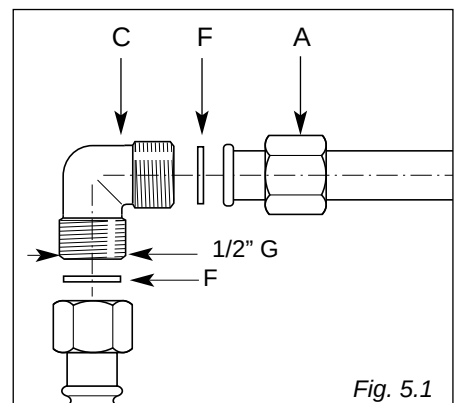

Fig. 5.1
El empalme de la placa de cocción (fig. 5.1) está compuesto por:
- ✓ **Le guarnición F (fig. 5.1) son elementos que garantizan la estanqueidad de la conexión del gas. Se aconseja sustituirla al presentar incluso una mínima deformación o imperfección.**